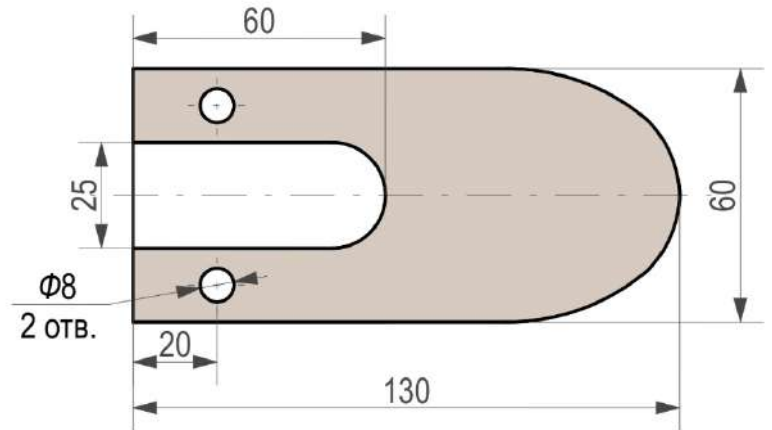

Рисунок 1. Вариант образца изделия
**Техническое задание:** Необходимо спроектировать и изготовить *Детскую игрушку «Лодочка»*. Изделие состоит из корпуса и вертушки (см.Рис.1). Использование кинетической энергии резинки позволяет лодочке передвигаться на небольшое расстояние, что безусловно доставит удовольствие для дошкольников.